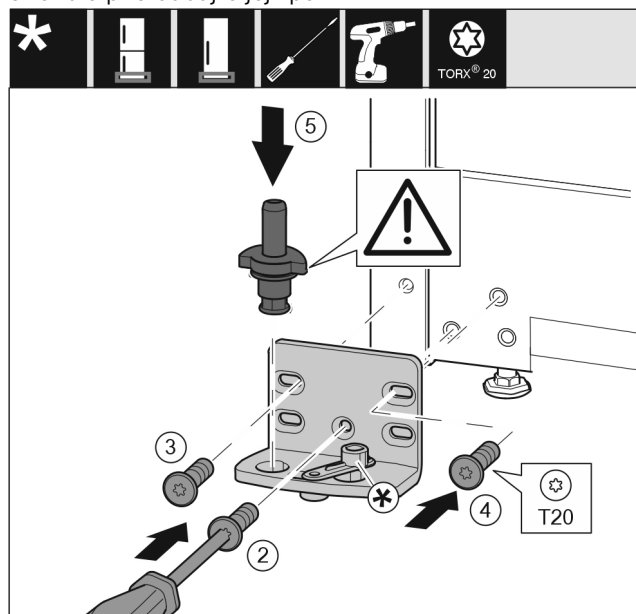

Fig. 17
- Nasad'te stojan ložiska na druhé straně a přišroubujte pomocí šroubováku. Začněte šroubem Fig. 17 (2) dole uprostřed.
- Utáhněte šroub Fig. 17 (3) a šroub Fig. 17 (4).
- Zcela vložte ložiskový čep Fig. 17 (5). Přitom dávejte pozor, aby zajišťovací vačka směřovala dozadu.